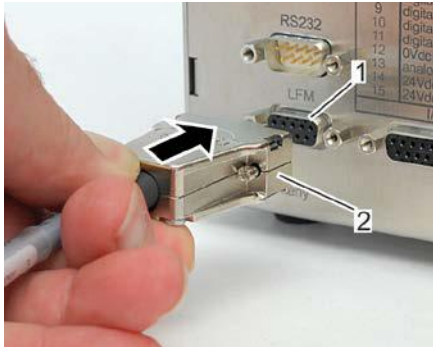

Abb. 26: Anschlussstecker anschließen (Rückseite)
1. Massedurchflussmesser mit dem Anschlussstecker (Abb. 26/2, 9-poliger Sub-D-Stecker) an der Rückseite der WADose in die LFM-Schnittstelle (Abb. 26/1) einsetzen.